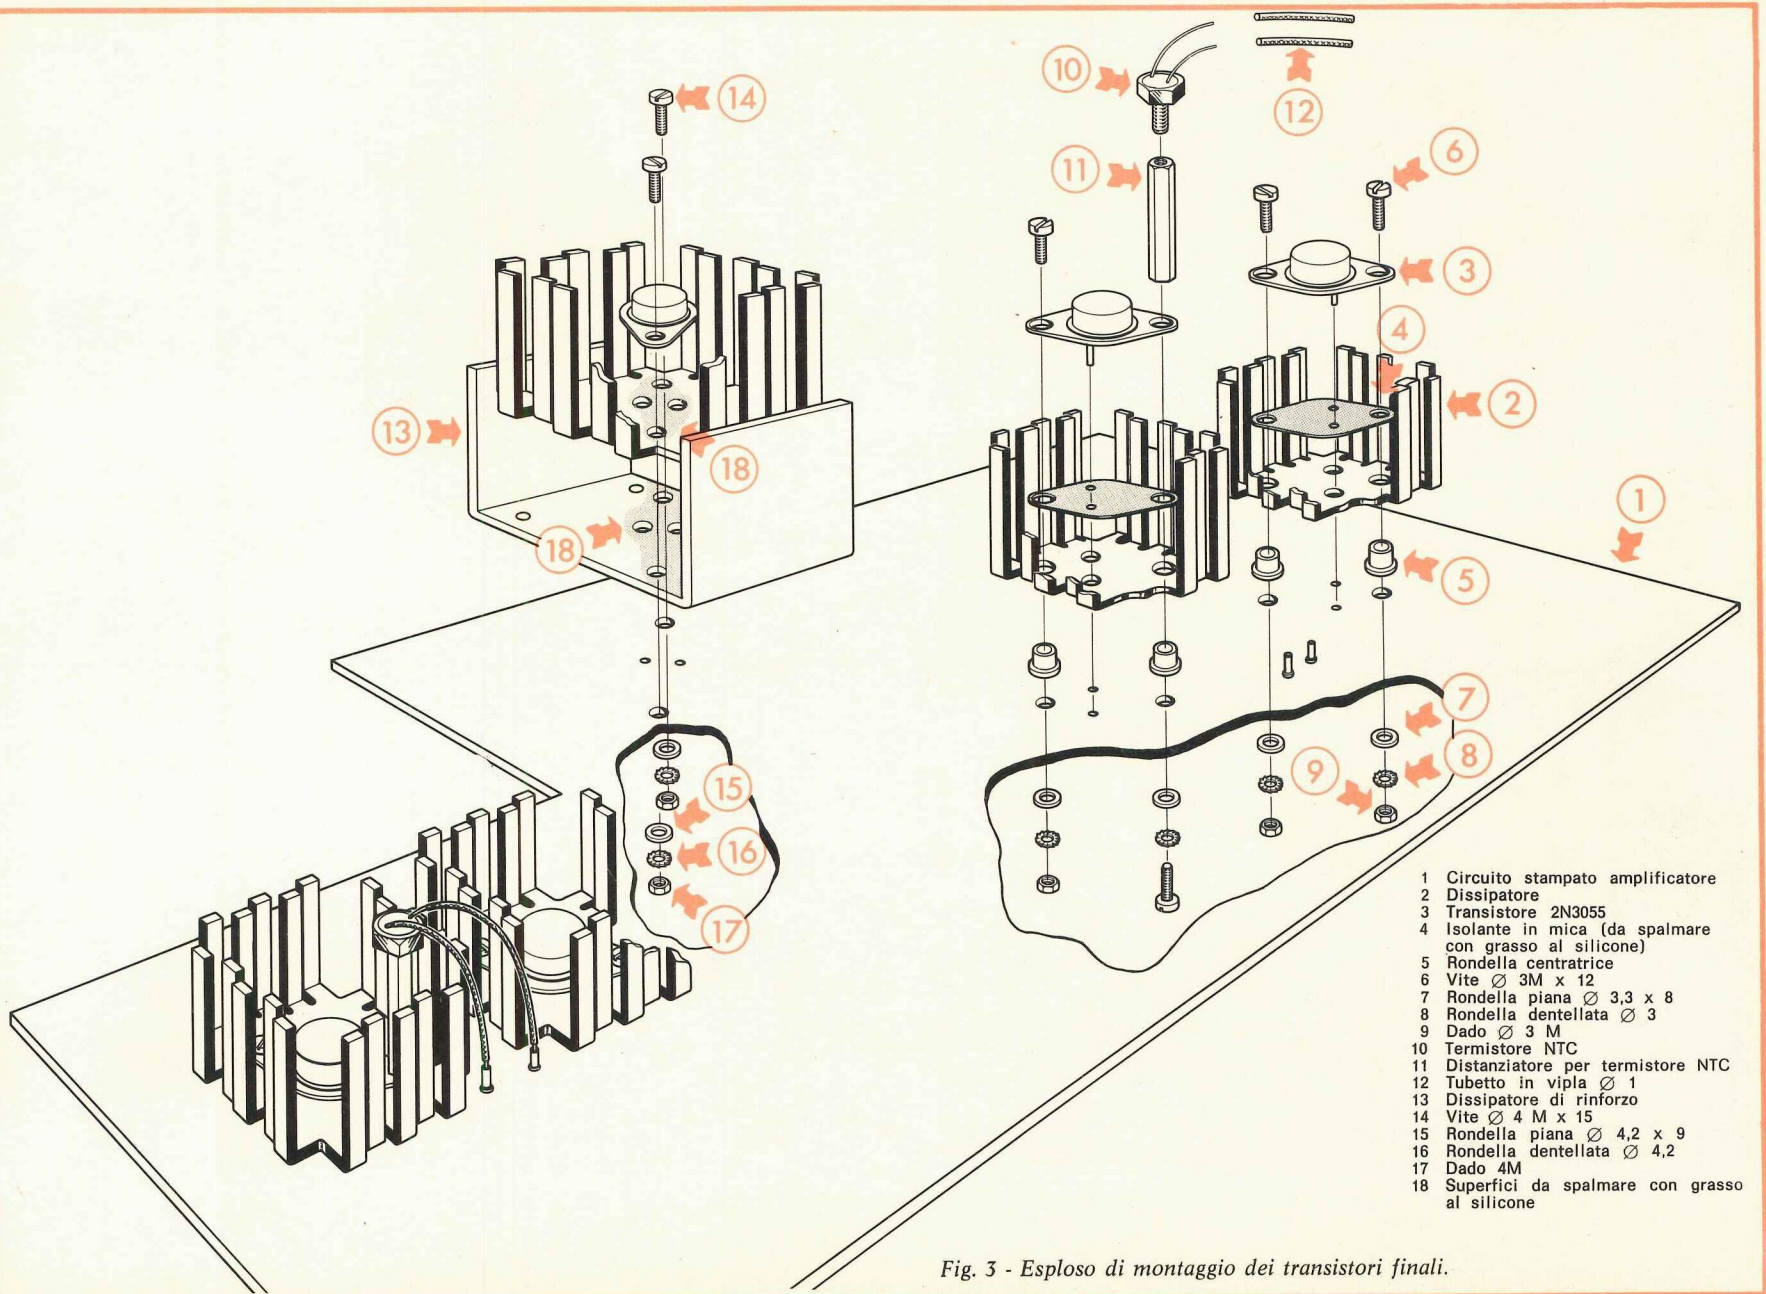

Fig. 3 - Esploso di montaggio dei transistori finali.
Ultimato il montaggio e la saldatura di questi componenti si passa al fissaggio dei transistori finali con rispettivo dissipatore come visibile in fig. 3.
- 6) Cospargere le superfici dei dissipatori per TR15 con grasso al silicone come indicato in fig. 3.